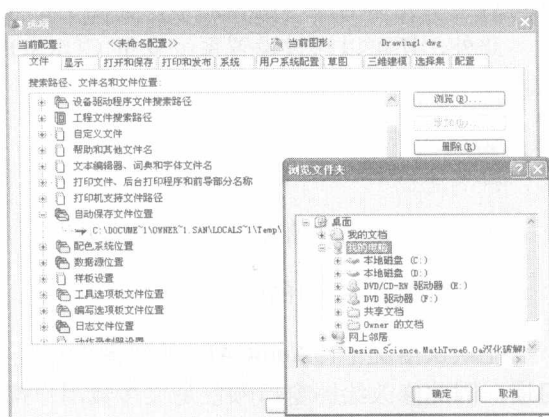

图 1-5 “文件”选项卡
**Step 05** 单击“文件”选项卡，如图 1-5 所示，在“自动保存文件位置”中设置自动保存文件的